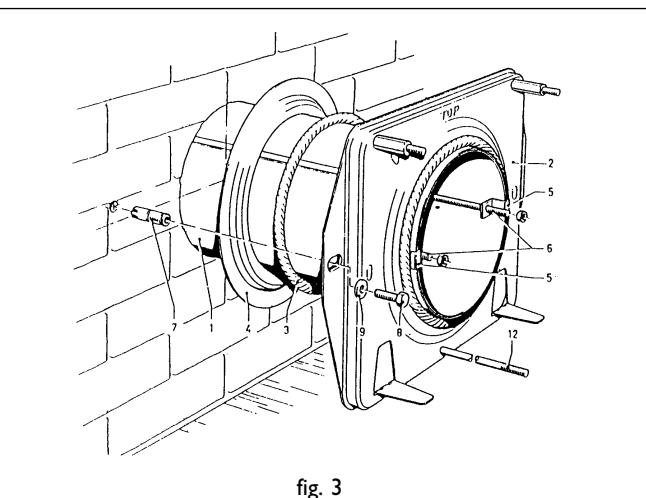

fig. 3
Installatie van de standaard geveldoornoer (fig. 3)
Installatie van de geveldoorvoer met telescopische inlaatpijp (fig. 3)
Bevestiging van de montageplaat (fig. 3)
- De bout / schroef (8) (fig. 3) vervangen door b.v. een houtdraadbout.
- Plaats aan de kamerzijde tussen de montageplaat (2) en de wand stralingsplaat 14.
- Bevestig aan de buitenzijde van de wand m.b.v. 4 schroeven (16) siluminplaat 15.